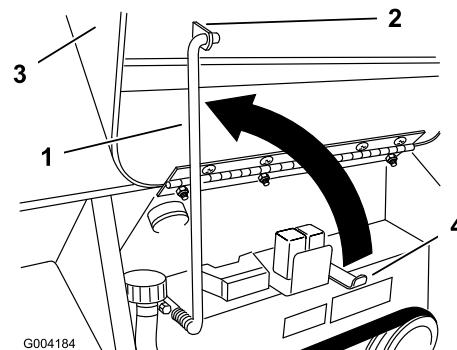

Figura 28
4. Suba la varilla de soporte y engáñchela en el soporte del capó (Figura 28).